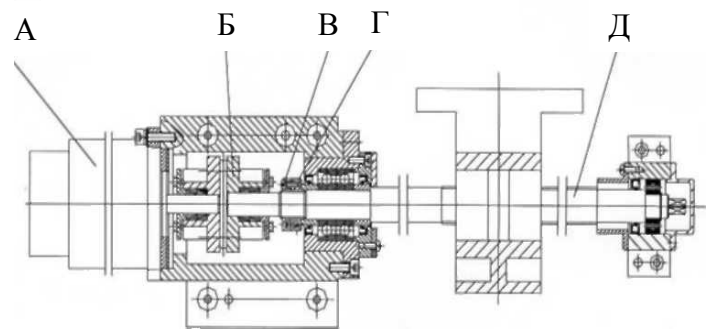

Рис.4 Продольная подача
4.2.1 Продольная подача (Рис.4)
5.3 Продольная подача (Рис.4)